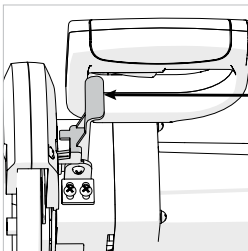

Fig. 17
- Appuyez sur le levier de verrouillage du carter inférieur pour relâcher la tête de coupe. (**Fig. 17**)